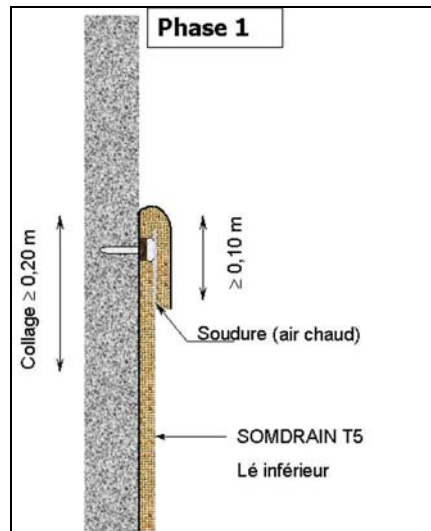

Figure 9 - Réparation en zone encollée : phase 1
- Rabattre l'extrémité libre pour couvrir les fixations mécaniques et former un rabat fixé par soudure à chaud (air chaud) (cf. figure 9).